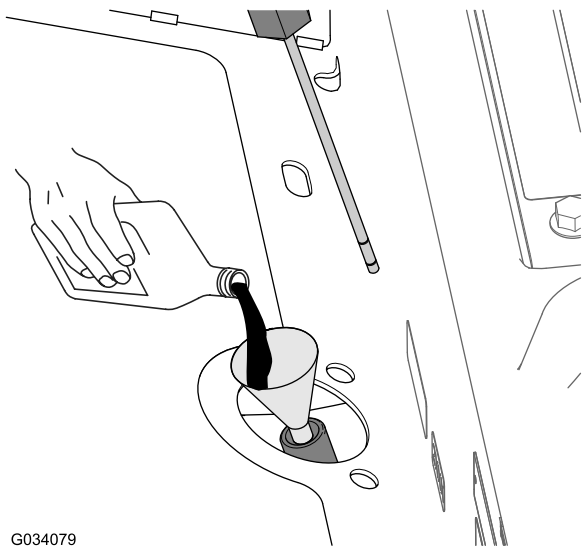

Figure 83
5. Si le niveau de liquide est en dessous du repère minimum sur la jauge, versez du liquide hydraulique spécifié dans le tube de remplissage (Figure 83) jusqu'à ce que le niveau se situe entre les repères minimum et maximum sur la jauge (Figure 82).
6. Versez le liquide hydraulique spécifié dans le tube de remplissage (Figure 83) jusqu'à ce que le niveau dans le carter de la boîte-pont (réservoir) se situe au centre entre les repères inférieur et supérieur sur la jauge (Figure 82).